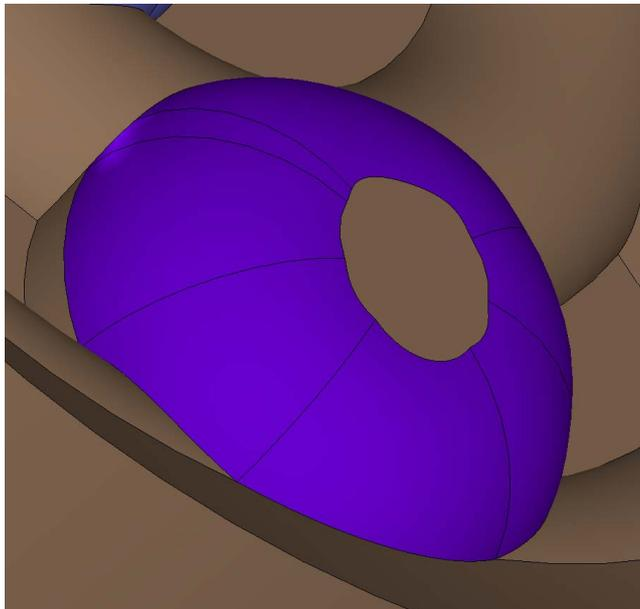

Рисунок 11-12. Скругление рёбер в C3D V16
- Улучшилось выполнение операции скругления рёбер: заметно сократилось число возникающих ошибок и сняты имевшие место ограничения при построении (рис. 11-12);